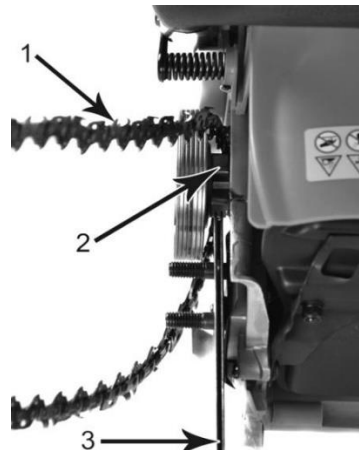

Рис. 6.
Наденьте цепь (1) на ведущую звездочку (2) позади муфты сцепления. Убедитесь, что звенья встали между зубчиками звездочки (См. Рис.6).
Вставьте ведущие звенья в канавку шины (3) и обведите цепь вокруг концевой части шины (См. Рис.6). Цепь будет немного свешиваться с нижней части шины.